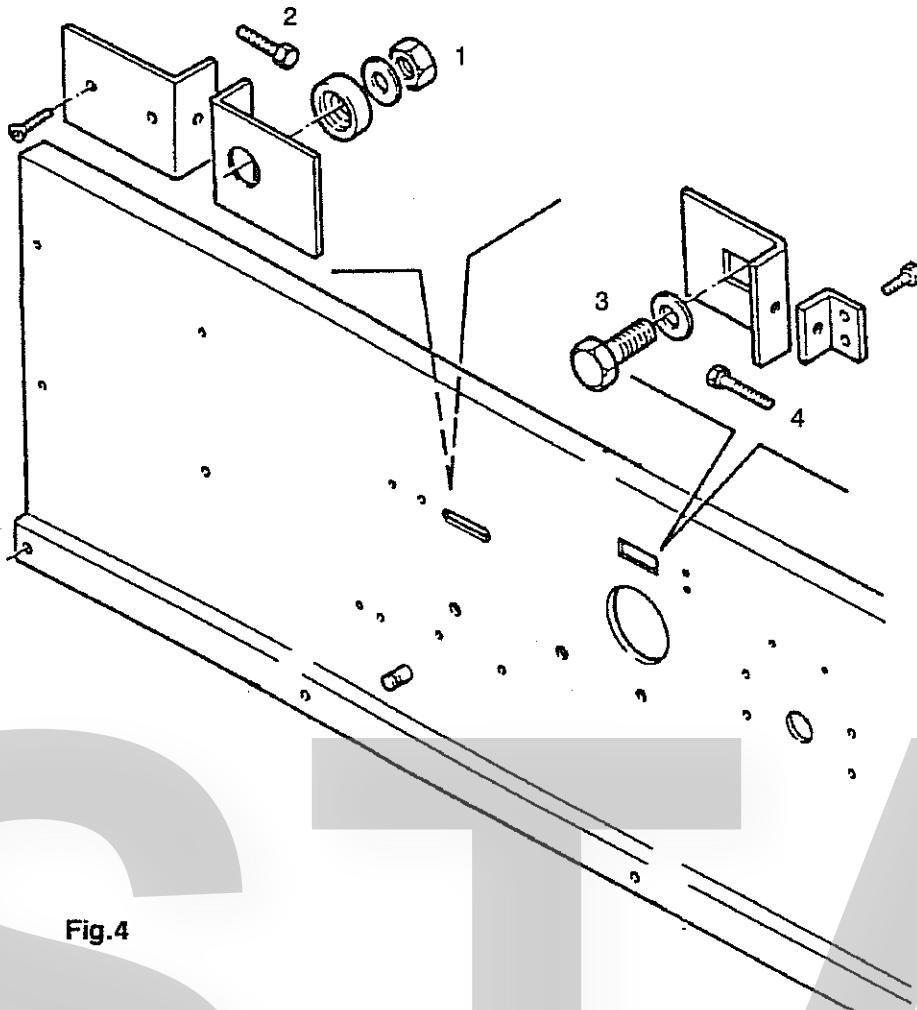

Fig.4
- Dévisser l'écrou (1 fig. 4);
- Tendre la courroie qui assemble les deux poulies au moyen de la vis de régulation (2 fig. 4);
- Visser l'écrou (1 fig.4).
- Dévisser les vis de fixation moteur (3 fig. 4);
- Tendre la courroie au moyen de la vis de régulation (4 fig. 4);